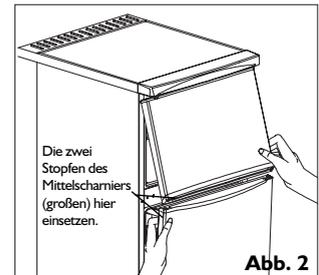

Abb. 2
2. Vorsichtig die Türen des Kühl- und Gefrierraums zusammen mit dem Mittelscharnier entfernen. Die Türen dabei vorsichtig zu sich hin ziehen (Abb. 2).